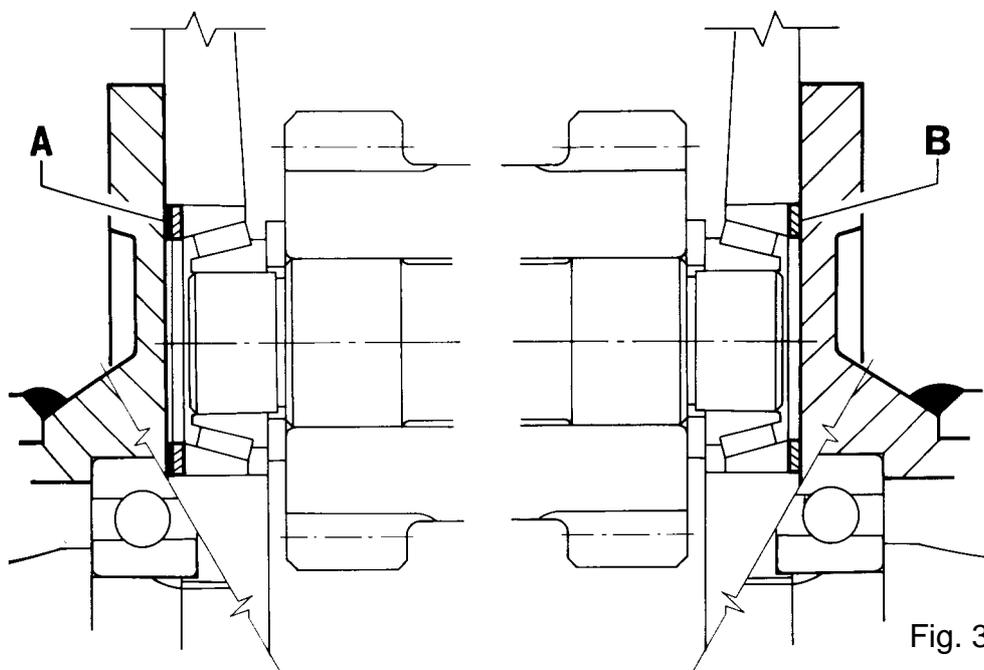

Fig. 3
- 5) La corona è troppo distante dal pignone e lavora sulla testa del dente: è quindi necessario togliere distanziali **A** (fig. 3) per poi aggiungerli, in egual misura, dalla parte opposta.
- 6) La corona è troppo vicina al pignone e lavora sulla base del dente: è quindi necessario togliere distanziali **B** (fig. 3) per poi aggiungerli, in egual misura, dalla parte opposta.